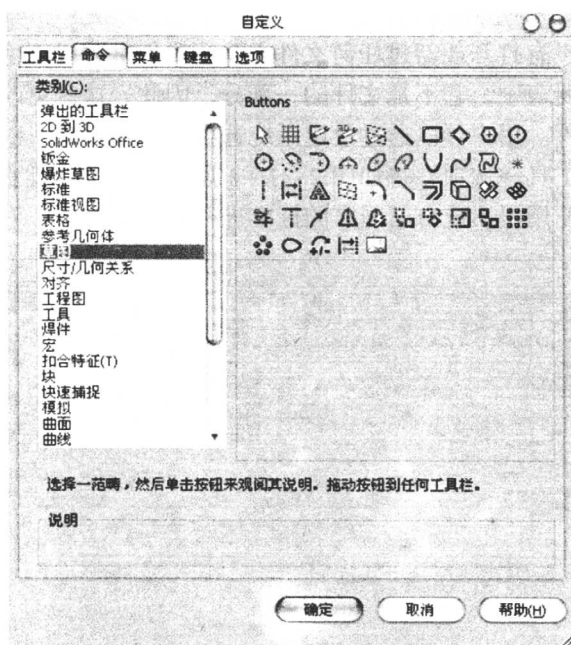

图 2-2-1 工具栏内容的增减
4. 工具栏内容的增减: 在菜单栏上单击工具→自定义, 选中命令标签, 如图 2-2-1 所示: